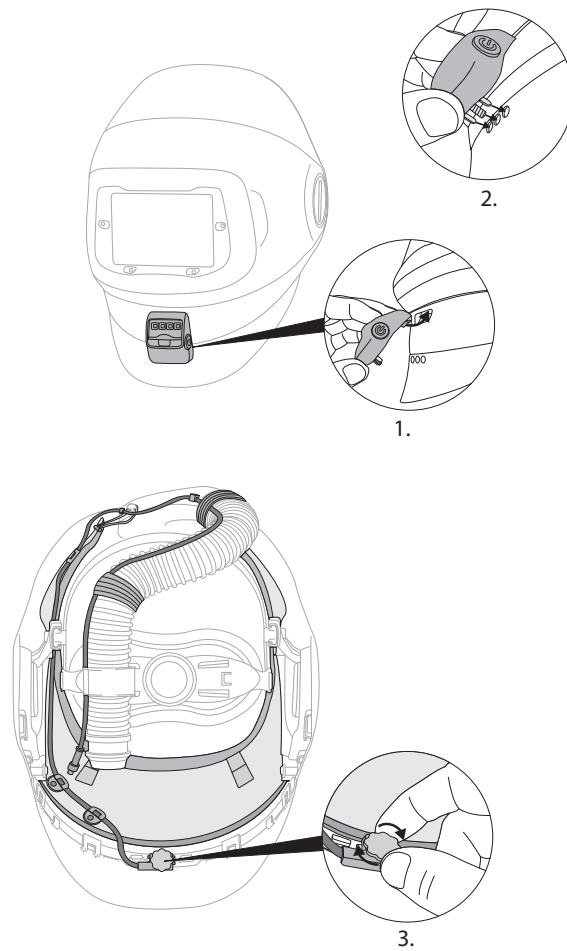

Fig. 31d
- v. Acopla la luz de servicio a la careta para soldar encajando la lengüeta en la muesca en la parte frontal de la careta y, luego, presiona la luz de servicio sobre la pieza de montaje. Ajusta a mano el tornillo de montaje en el interior de la careta para soldar (Fig. 31d).